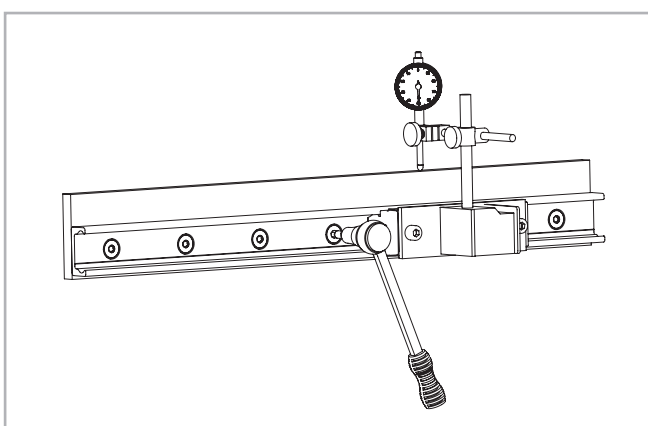

Fig. 105
(2) Montez un comparateur sur le patin de manière à pouvoir mesurer le décalage du rail par rapport à une ligne de référence. Mettez à présent le patin en place au centre du rail et réglez le comparateur sur zéro. Déplacez le patin de respectivement deux trous vers l'avant et vers l'arrière tout en ajustant soigneusement le rail. Serrez ensuite les trois vis situées au milieu de cette zone au couple de serrage prescrit, voir fig. 105.
(3) Positionnez maintenant le patin à l'une des extrémités du rail et ajustez avec précaution le rail à la valeur zéro du comparateur.